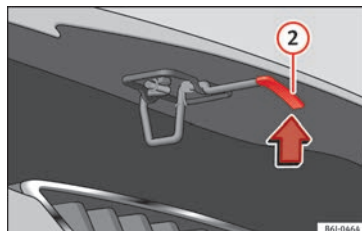

Fig. 6 Leva bajo el capó.
- Levantar el capó: haga presión hacia arriba sobre el saliente situado debajo del capó » fig. 6 ②. El gancho de sujeción queda desbloqueado.